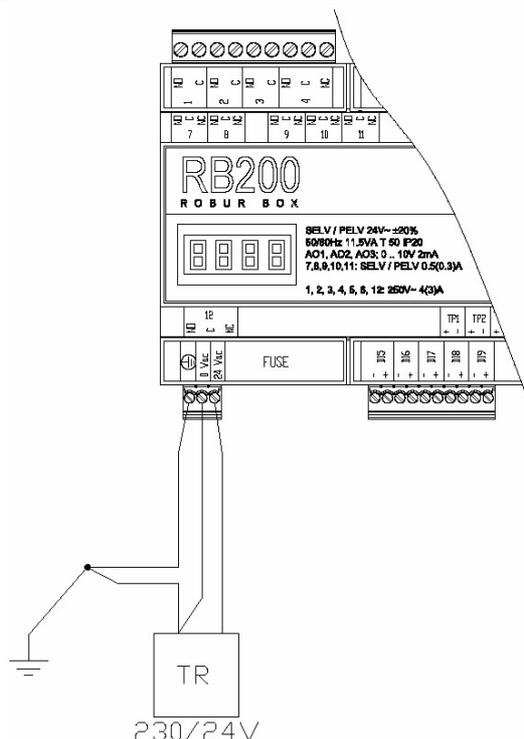

Figura 9 RB200. Esempio di collegamento alla rete: alimentazione elettrica 24 Vac 12VA SELV/PELV
DESCRIZIONE DELLE CONNESSIONI DELLA RB200 RAPPRESENTATE IN FIGURA 9 (sopra)
4. Effettuare il collegamento al trasformatore di sicurezza 230 Vac/24Vac con cavetto di sezione minima $3 \times 0,75 \text{ mm}^2$, come illustrato in Figura 9, rispettando la polarità. La lunghezza massima del cavo è di **1 m**.